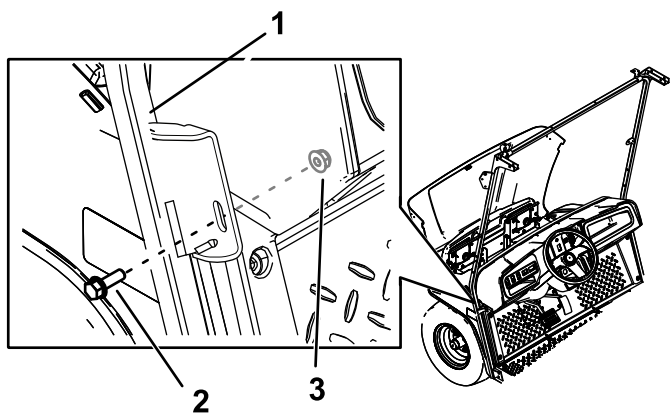

图 31
- 用 2 个六角凸缘螺栓 5/16 x 1 英寸和 2 个螺母 5/16 英寸将左、右风挡支撑的中间支架固定到机器上钻出的孔内图 31。